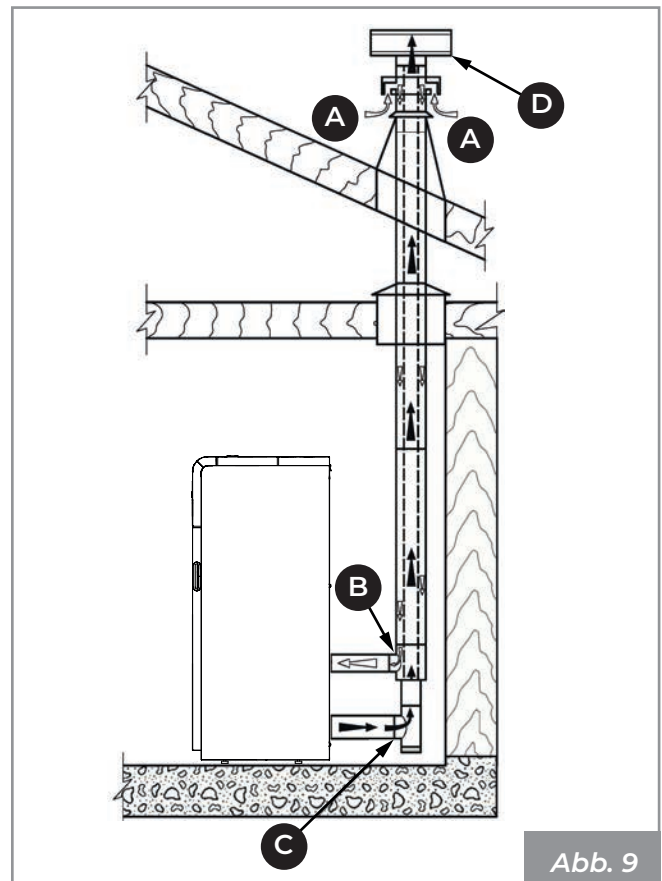
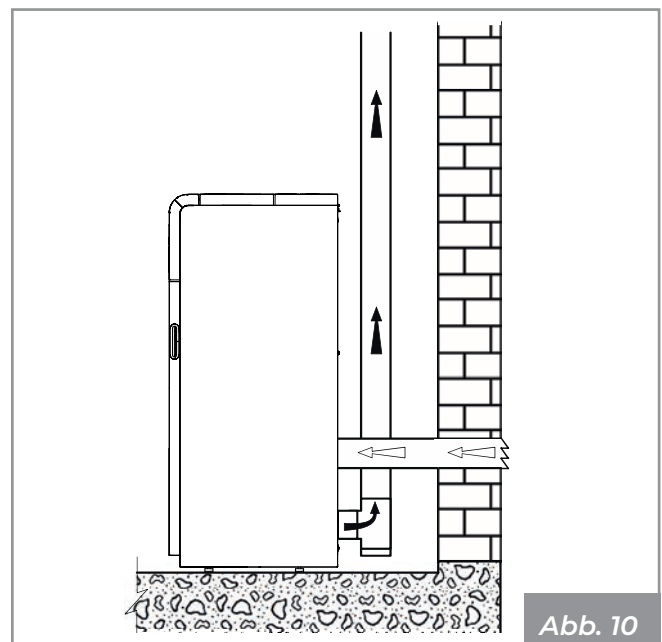

Abb. 9
Abb. 10
- direkt von außen mit direktem Anschluss an die Brennkammer kommen (**Abb. 9 - Abb. 10**).
- Ableitung der Verbrennungsluft mit Hilfe eines koaxialen Abgasrohrs für den Abzug der Abgase und den Lufteintritt (**Abb. 9 - A, B** = Lufteinlass, **C, D** = Abgasauslass); daher ist es nicht notwendig, einen klassischen Lufteinlass in den Raum vorzunehmen;
- den Verbrennungslufteinlass des Gerätes mit einem geeigneten Kanal (**Abb. 10**) an den Lufteinlass anschließen.